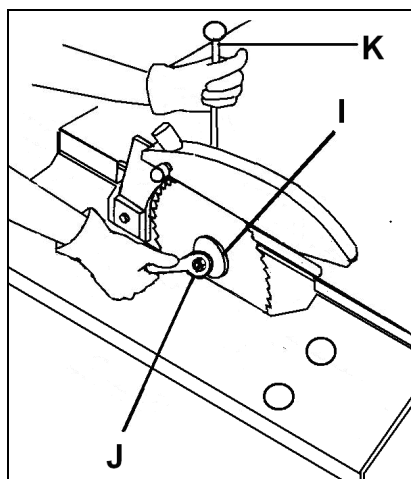

Fig 15
Desserrer l'écrou de serrage (J, Fig 15), tout en bloquant l'arbre de scie avec une goupille (K) pour éviter qu'il ne tourne.